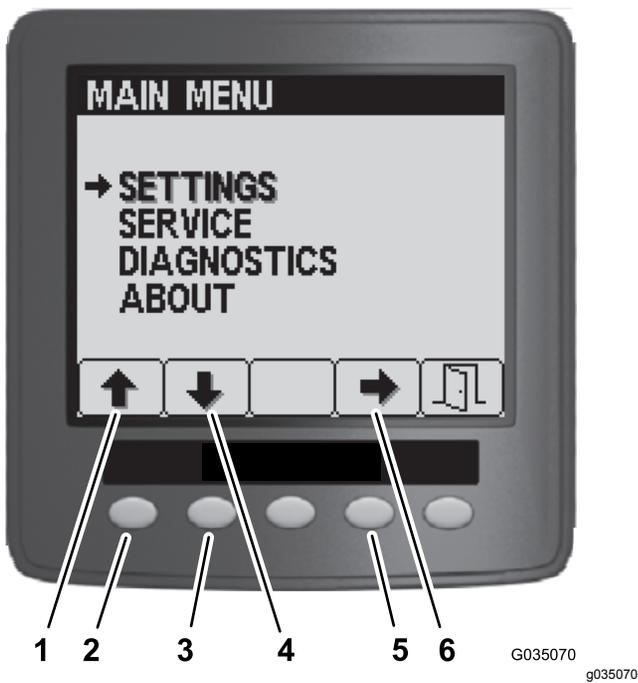

Figura 100
3. En el Menú principal, pulse el botón 1 o el botón 2 hasta que aparezca resaltada la opción Settings (Ajustes) y pulse el botón 4 para desplazarse por los menús de los ajustes (Figura 100).